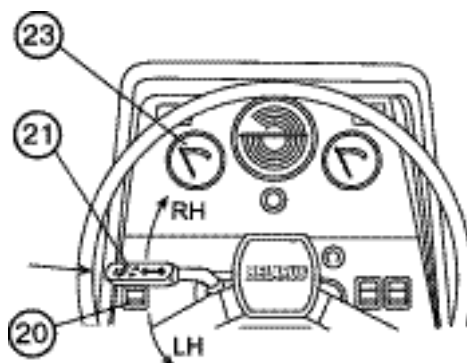

Рис. 10
Переключатель указателей поворотов, ближнего и дальнего света (21), звукового сигнала (рис. 10)